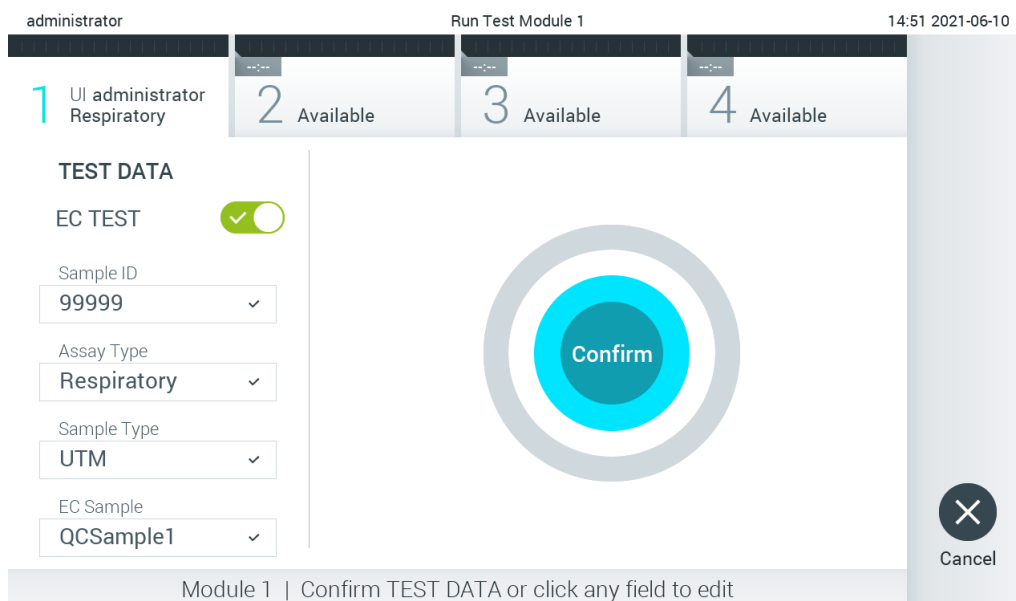

図 93.確認画面。
7. 確認画面が表示されます。入力したデータを見直します。そして、タッチスクリーンの該当するフィールドを押し、当該情報を編集して、必要な変更を行います（図 93）。